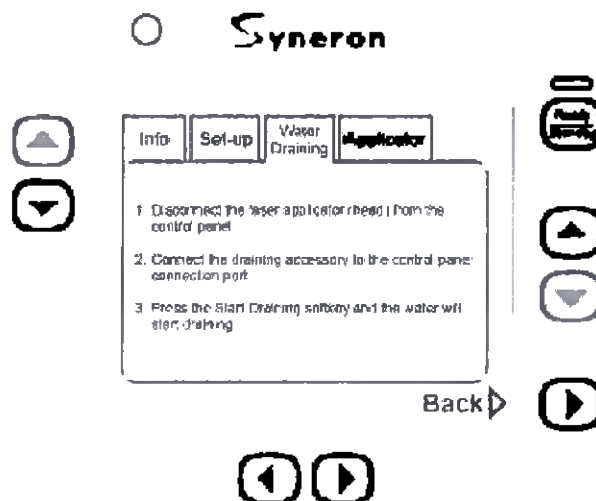

Рисунок 14.5: Инструкции по сливу воды
1. Нажмите экранную клавишу **Ready (Готовности)** для пуска процедуры; на экране дисплея появятся инструкции в режиме “он-лайн” (см. Рисунок 14.5).